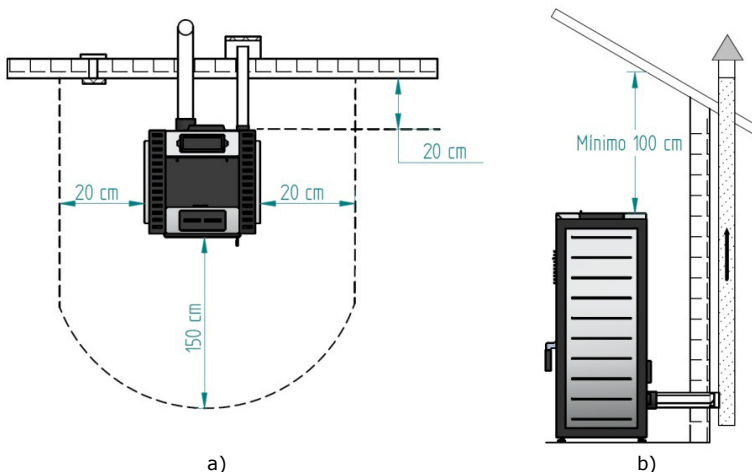

Figura 15 - Distâncias mínimas de todas as superfícies: a) vista superior da instalação do equipamento; b) vista lateral da instalação do equipamento
As distâncias mínimas da salamandra a *pellets* às superfícies especialmente inflamáveis estão representadas na Figura 15. No topo da salamandra é necessário manter uma distância mínima de 100 cm a partir do tecto da sala especialmente se estes contêm na sua composição material inflamável. A base onde apoia a salamandra não pode ser em material combustível (ex. alcatifa), pelo que deverá existir sempre uma protecção adequada.
- Conforme indicado na Figura 15, a conduta de exaustão deve ser realizada de modo a que a limpeza e a manutenção sejam asseguradas pela inserção dos pontos de inspecção.